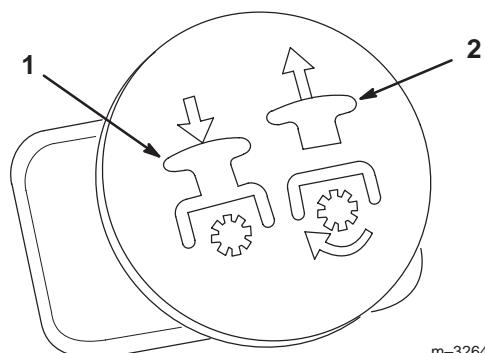

Figure 16
3. Placez la commande de PdF en position En service (Fig. 16).